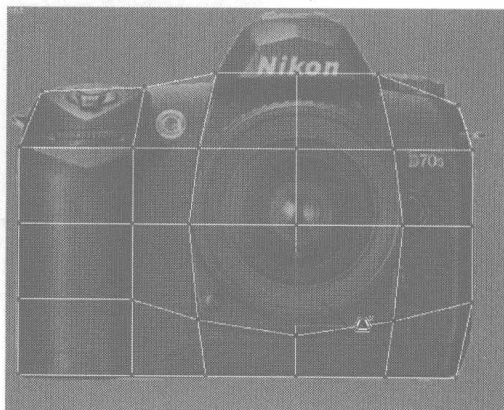

图 6.7
- 05** 切换为节点编辑，用缩放工具在 Front 视图中适当地调整各节点，效果如图 6.7 所示。